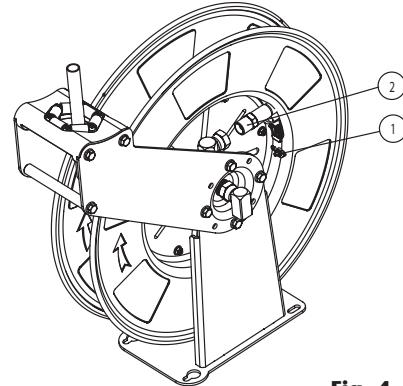

Fig. 4
- Conecte la nueva manguera a la rótula (2) (fig. 4) asegurándose de que se apoya sobre la pieza plástica, y coloque la brida isofónica (1) de tal modo que sujeté la manguera contra el tambor firmemente. No es recomendable ejercer un elevado esfuerzo sobre la rótula, por lo que se recomienda que la manguera, en su zona entre la brida y la rótula, no esté tensionada, presentando una suave curvatura hasta conectar con la rótula.
- Retire la brida isofónica (1) (fig. 4), y desconecte la manguera de la rótula (2) (fig. 4).
- Conecte la nueva manguera a la rótula (2) (fig. 4) asegurándose de que se apoya sobre la pieza plástica, y coloque la brida isofónica (1) manguera contra el tambor firmemente. No es recomendable ejercer un elevado esfuerzo sobre la rótula, por lo que se recomienda que la